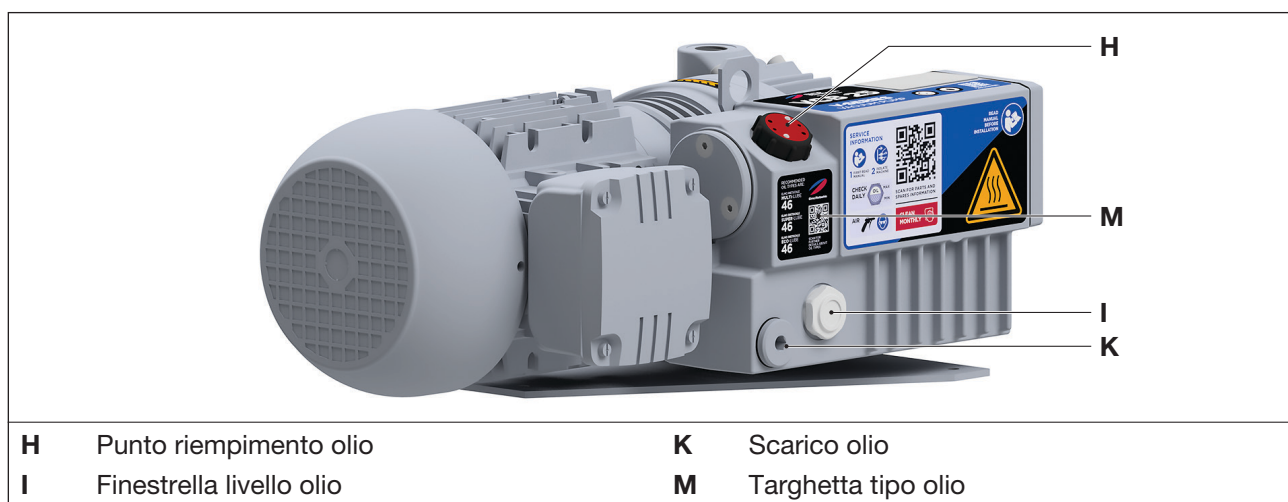

Fig. 6 Sostituire l'olio
Come mezzo di esercizio consigliamo l'uso di oli Elmo Rietschle vedi anche targa olio consigliati (Fig. 6/M) e Tab. 3 a pagina 30:
- Aprire il tappo del bocchettone di riempimento dell'olio (Fig. 6/H ) e riempire l'olio fino al bordo superiore della finestrella livello olio (Fig. 6/I ).
- Aprire la vite di sfiato (Fig. 6/H) e il punto di scarico dell'olio (Fig. 6/K) e scaricare completamente l'olio esausto.
- Chiudere punto di scarico dell'olio (Fig. 6/K) e riempire di olio nuovo il bocchettone di riempimento dell'olio (Fig. 6/H) fino a quando il livello dell'olio raggiunge il centro della finestrella livello olio (Fig. 6/I).
- Controllare il livello dell'olio attraverso le finestrelle di ispezione (Fig. 6/I).